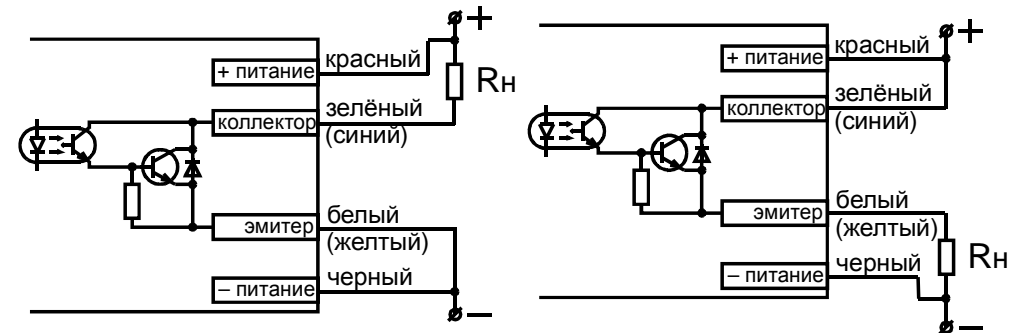

Рис.2. Схемы подключения приемника МикРА Ф4П.
- Выполнить все электрические соединения в соответствии со схемой подключения приемника(рис.2) и излучателя(рис.3).